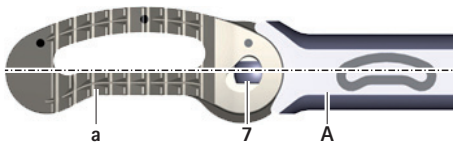

Rys. 7 Mocowanie implantu do instrumentu do wprowadzania
- ▶ Założyć implant **a** w opakowaniu ochronnym na dwuścian **7** instrumentu do wprowadzania **A**, patrz Rys. 7. Należy przy tym zwrócić uwagę na wyrównanie implantu (napis na instrumencie do wprowadzania).
- ▶ Zamocować instrument do wprowadzania **A** in situ do implantu **a**, patrz Rys. 7.